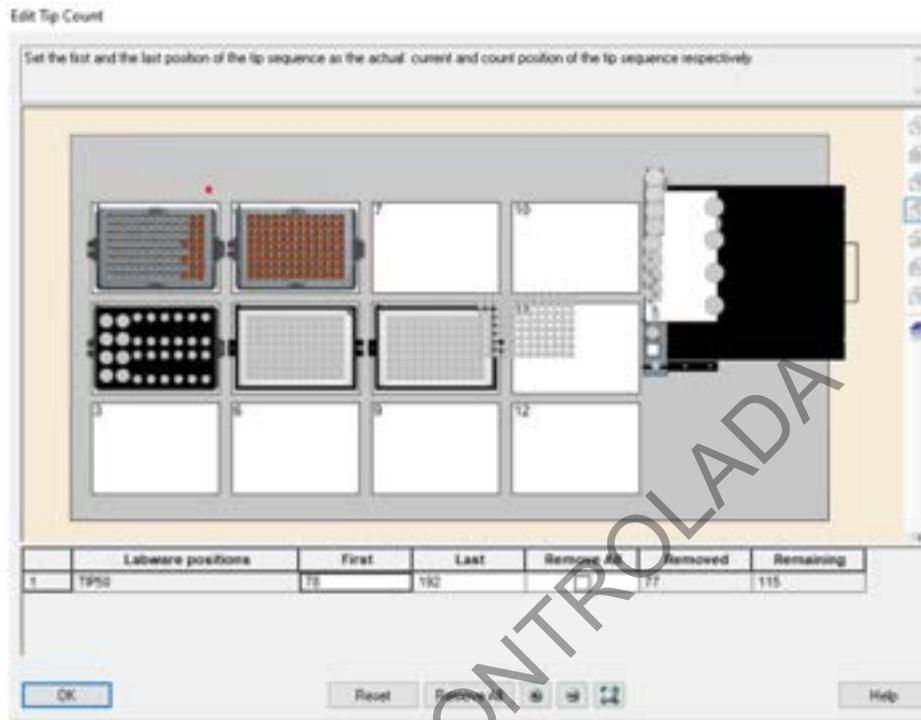

Figura 5. Pantalla de verificación del número de puntas de 50uL.
14. Una vez concluido este paso, presione *OK* para continuar. Ver figura 5.